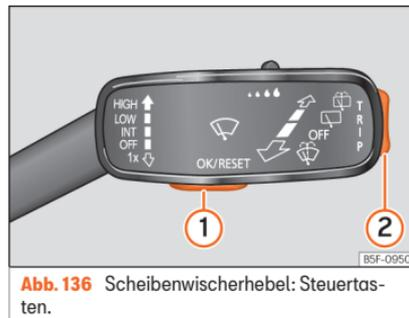

Abb. 136 Scheibenwischerhebel: Steuertasten.
werden. Einige Warnmeldungen können bestätigt und ausgeblendet werden über die Taste »» **Abb. 136** ①.